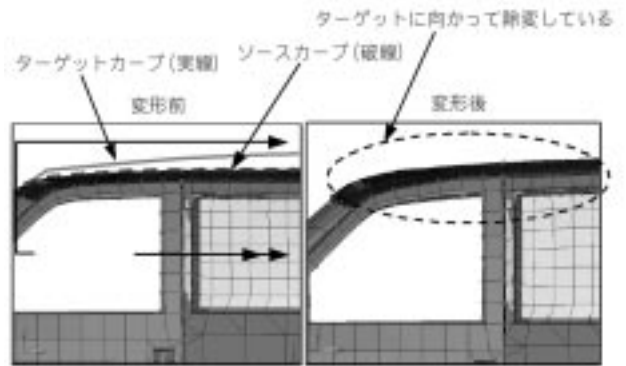

図5 スナップ・ツー・カーブモーフィングの適用例
3.2 スナップ・ツー・カーブ この機能は移動前の形状を表すソースカーブを、移動後の形状を表すターゲットカーブに一致させるようDeformable部を徐変させる機能である。図5に自動車のルーフモデルとソース、及びターゲットカーブを示す。ルーフ表面のキャンバー(曲率)が変更された場合を想定してルーフパネルをDeformable部に定義し、両カーブをSnap Controlで定義すると、ルーフ中央部がターゲットカーブに一致するようDeformable部が変形する。